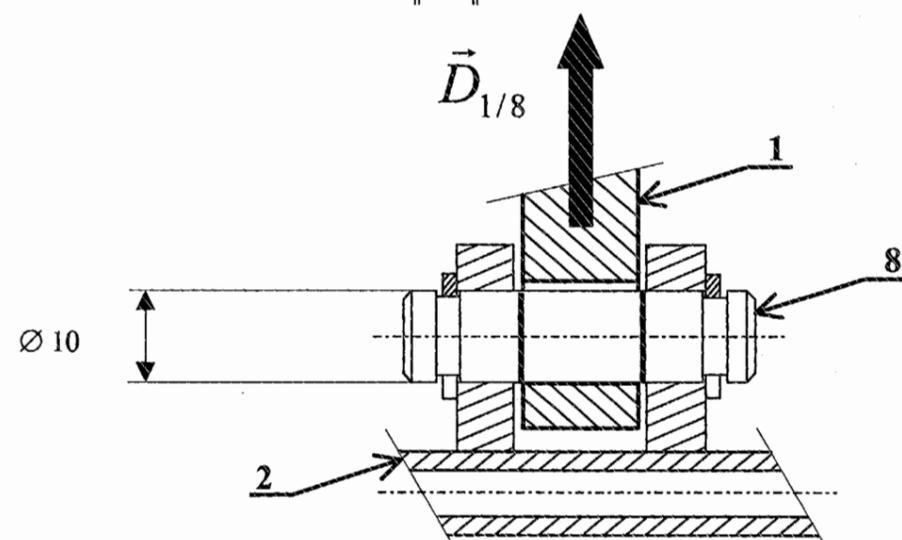

Fig. 2
- Vérifier les caractéristiques dimensionnelles de l'axe 8 (voir Fig. 2) qui assure la liaison entre le vérin hydraulique et le châssis 2 sur lequel repose le système.
13-1 : INDIQUER en rouge sur la figure 2 ci-dessus la ou les section(s) cisailée(s)